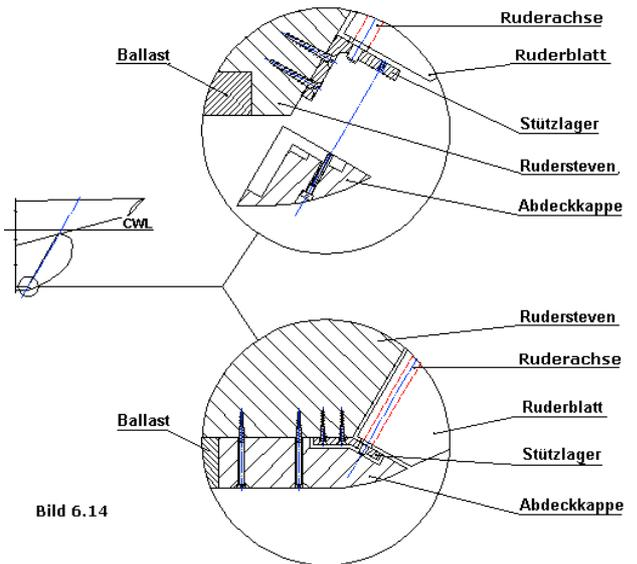

Bild 6.14
**Bild 6.14:** Zwei Alternativen für die Herstellung und Befestigung des Stützlagers sowie der jeweils dazugehörigen Abdeckkappe. Die dargestellte Befestigung mit direkt in das Totholz eingedrehten Holzschrauben ist nicht optimal, weil dadurch Wasser in das ungeschützte Holz eindringen kann. Besser geeignet sind metrische Schrauben, die in eingeharzte Messingdübel eingedreht werden.
Das untere Stützlager (Bild 6.14) wird aus einem Stück mindestens 2 mm dicken Flachmessing oder Messingblechstreifen gebogen und das Loch für den Lagerbolzen der Ruderachse sowie zwei Befestigungslöcher gebohrt. Die demontierbare Befestigung des Stützlagers mit zwei Schrauben ermöglicht das Zerlegen der Ruderanlage bei eventuellen späteren Wartungsarbeiten und ist daher erforderlich. Um die spätere Montage zu erleichtern, sollte das Loch für die Aufnahme des Lagerbolzens um ca. 0,2 bis 0,3 mm größer als der Durchmesser des Lagerbolzens gebohrt werden.